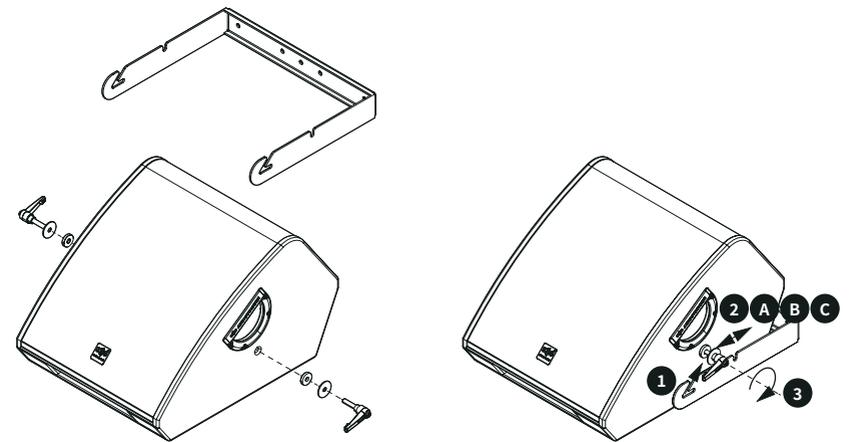

Abbildung 5. Montage der **SMX 12UB** U-Halterung am SMX 12 Monitor. Beachten Sie die drei Montagepositionen für unterschiedliche Anwendungen.
9. Schieben Sie die U-Halterung nach vorne, bis sich der Klemmhebel an Position B des Arms der U-Halterung befindet (siehe Abbildung 5). Ziehen Sie die Klemmhebel vorsichtig fest.